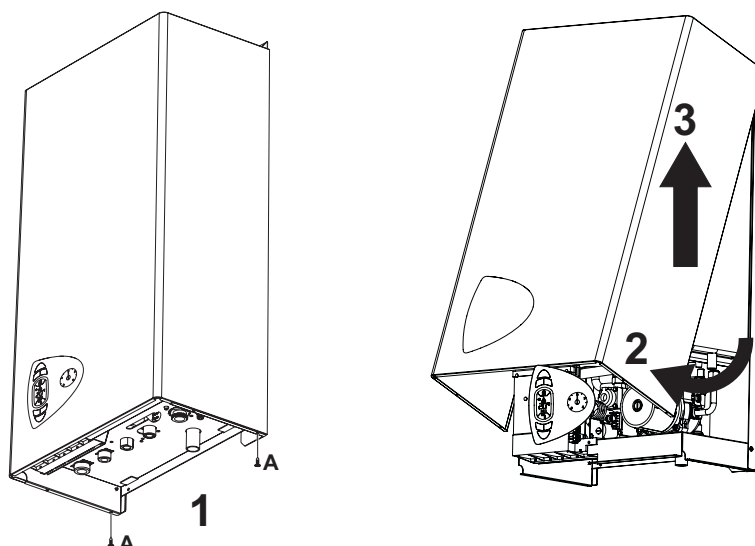

fig. 28 - Apertura de la carcasa
1. Desenroscar los tornillos A (véase fig. 28).
2. Girar la carcasa (véase fig. 28).